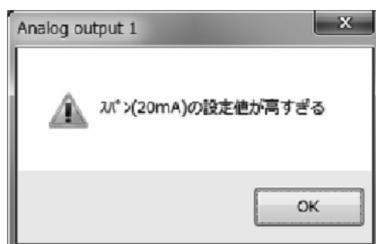

図187
- ② 設定項目を入力し、「OK」ボタンをクリックした後、変換器側でその設定に誤りがあると判断した場合には図187の警告のエラーボックスが現れます。「OK」ボタンをクリックし、誤った入力を訂正してください。なお、変換器側で判断した入力エラーの場合には、エラーの内容を示すメッセージが表示されますので、入力訂正の目安としてください。